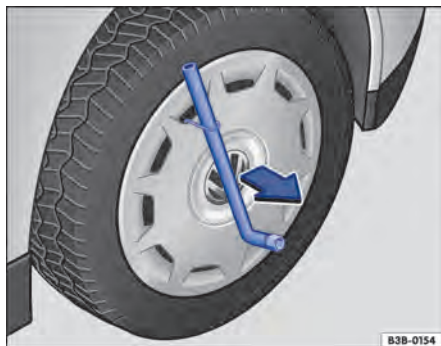

Fig. 161 Retirar a calota integral. (versão 1)
- Prender o gancho extrator em um dos entalhes da calota integral ⇒ Fig. 161.